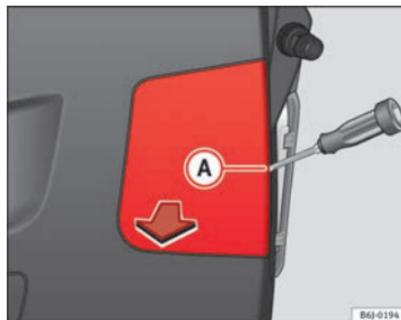

Fig. 171 Luces en el portón
- Retire dicha tapa con ayuda de un destornillador de punta plana colocado en la ranura indicada **(A)** ⇒ fig. 171.